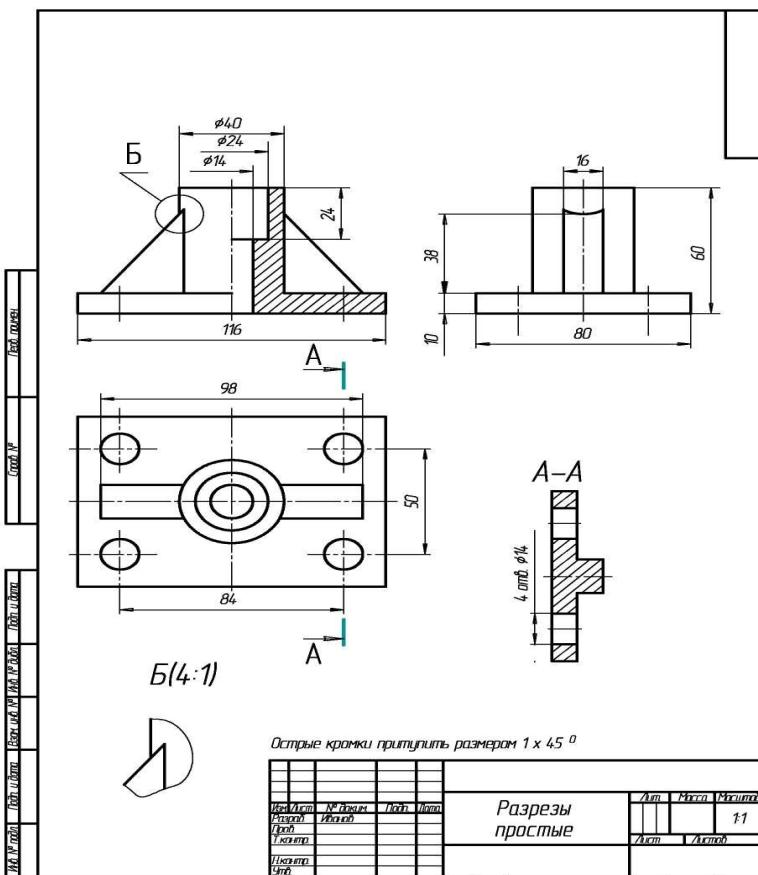

Рис. 3.22. - Пример выполнения задания «Разрезы»
- Нанести размеры детали на чертеже. Заполнить основную надпись. Окончательный вид чертежа показан на рис. 3.22.